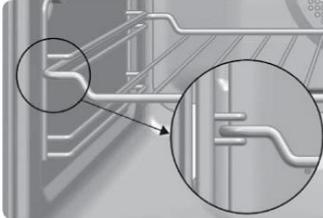

图 5
3. 栅格烤架上放置烹饪器皿的表面应该低于滑轨。这样可以防止烹饪器皿意外滑落。如图 5。